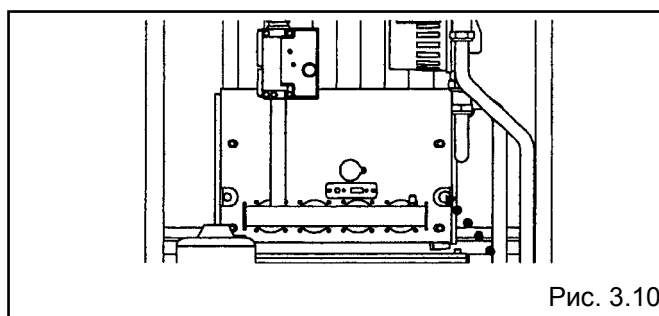

Рис. 3.10
- присоедините резиновый шланг к штуцеру сливного крана и откройте кран (рис. 3.10).